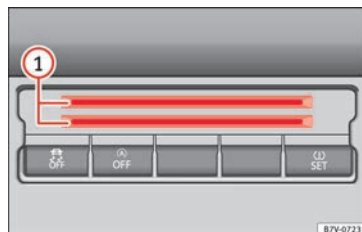

Fig. 179 Parte inferior de la consola central: compartimento para tarjetas.
En la parte inferior de la consola central hay un compartimento » **fig. 179** ① para depositar monedas, tarjetas, resguardos de aparcamiento o similares.